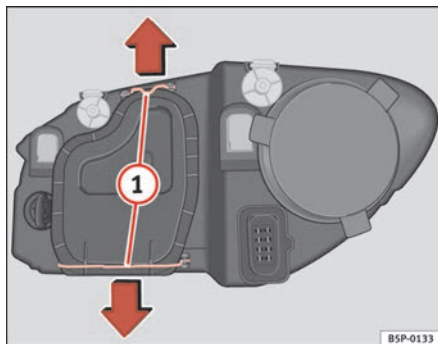

Abb. 164 Abblendlicht
- Die Stäbe ⇒ Abb. 164 ① in Pfeilrichtung verschieben und den Deckel abnehmen.